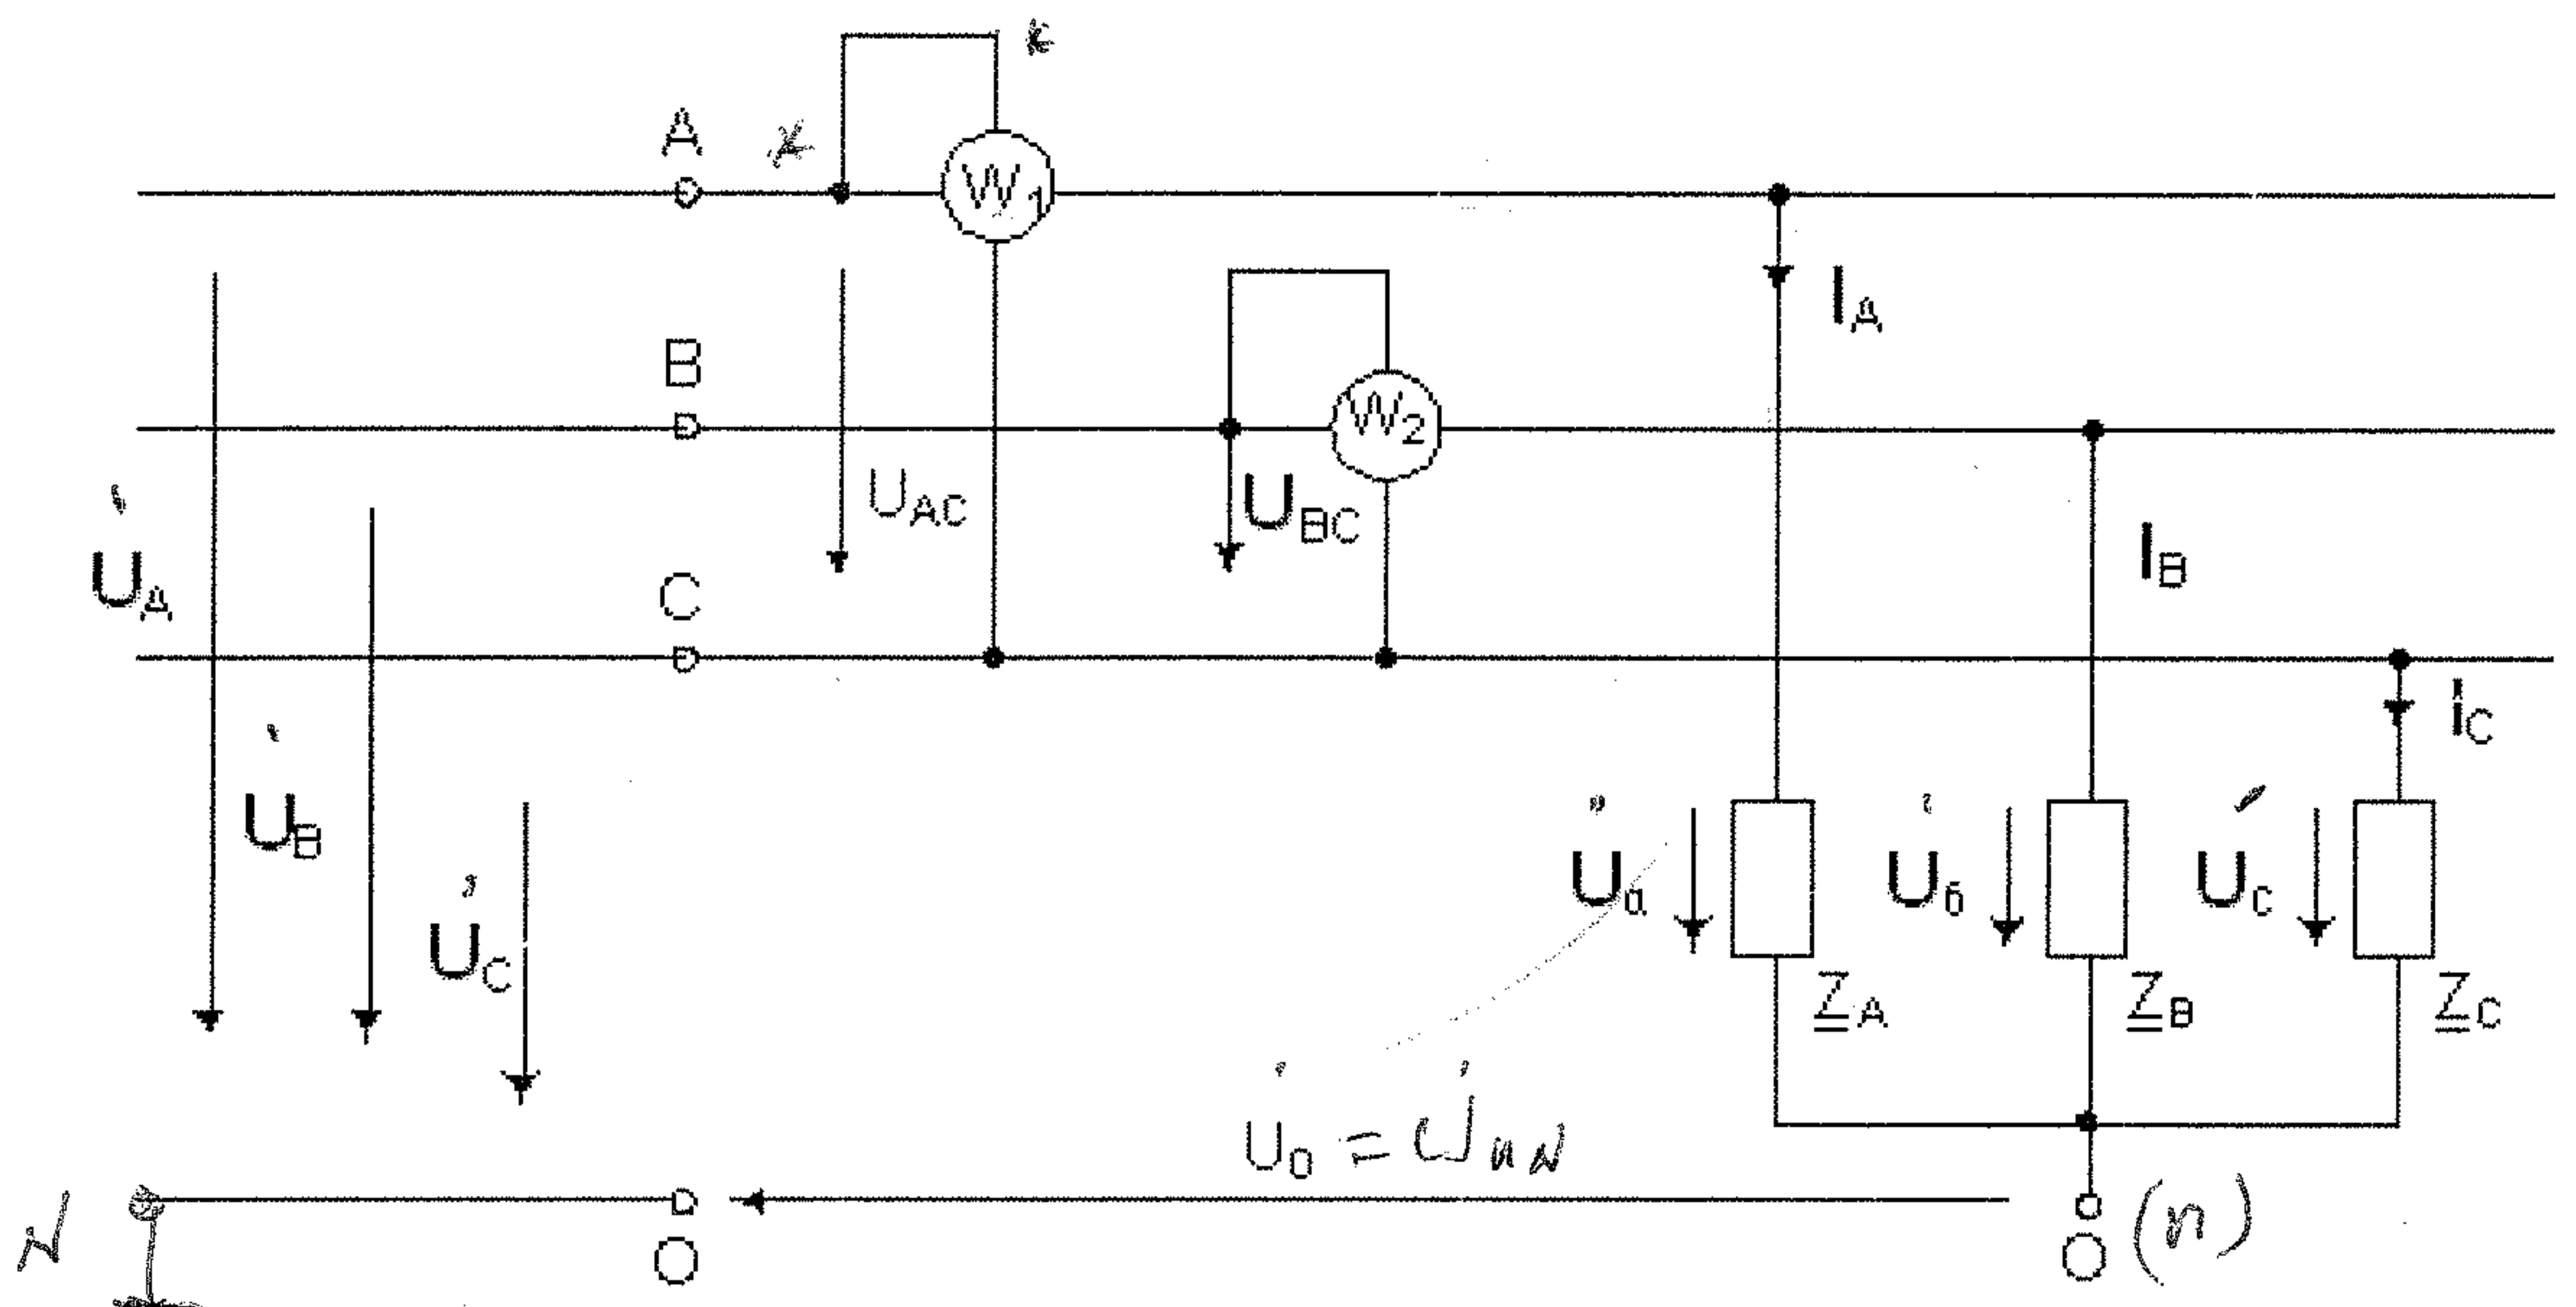

Рис. 2. Схема несимметричной трехфазной цепи
5. Показания ваттметров определить из формулы мощности через соответствующие линейные напряжения и токи (рис. 2) с учетом угла сдвига между ними, который следует определить из векторной диаграммы.